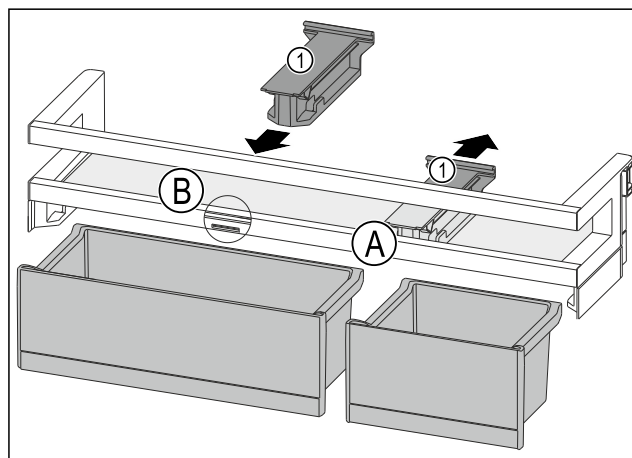

Fig. 89
- Retirer la pièce de retenue Fig. 89 (1) en position Fig. 89 (A) vers l'arrière.
- Mettre la pièce de retenue Fig. 89 (1) en position Fig. 89 (B).